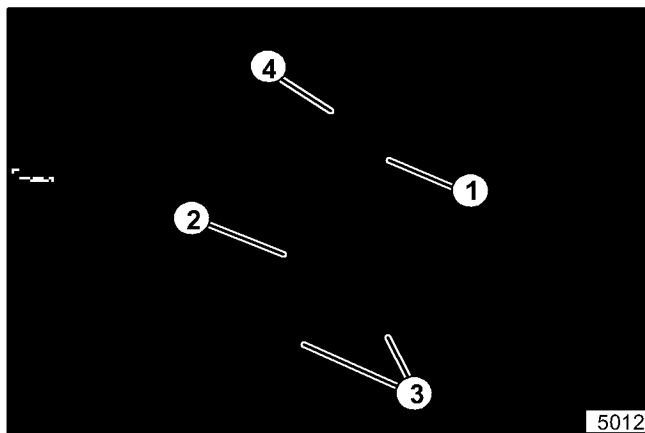

Figura 29. Soporte de la Chumacera del Eje Motor
4. Suelte el tornillo prisionero del collarín de seguridad del eje motor (vea la figura 29). Inserte un punzón en el orificio pequeño del collarín y use un martillo para golpear el collarín en sentido de las manecillas del reloj (dirección opuesta a la rotación del motor) hasta que esté suelto (aprox. 1/4 de giro). Quite el collarín.